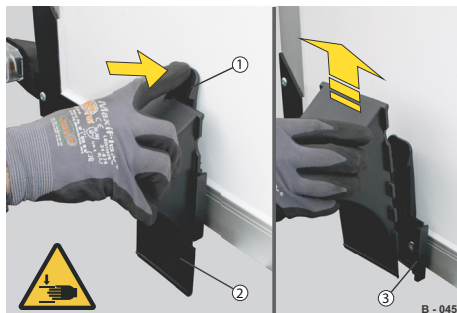
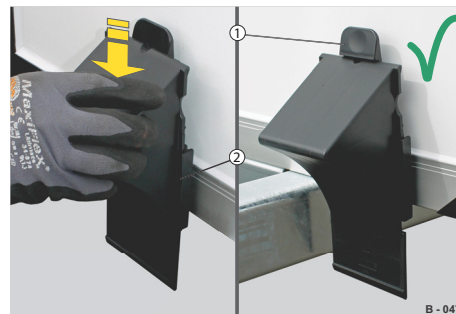

Abb. 81 Unterlegkeil entnehmen
Abb. 83 Unterlegkeile sichern
- ▶ Hebel (Abb. 81/1) in die Halterung (Abb. 81/3) drücken.
- ▶ Gleichzeitig den Unterlegkeil (Abb. 81/2) herauschieben.
- ▶ Unterlegkeil in der Halterung (Abb. 81/3) positionieren - Kerben müssen fluchtend mit Nasen (Abb. 83/2) ausgerichtet werden.
- ▶ Unterlegkeil in die Halterung schieben, bis dieser einrastet - Klickgeräusch zu hören. Der Hebel (Abb. 83/1) sichert den Unterlegkeil gegen Herausfallen. Die Unterlegkeile sind in den Halterungen gesichert.